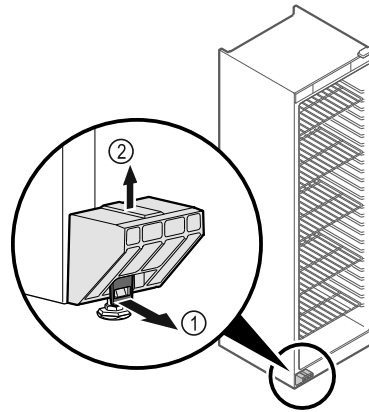

Fig. 5
- ▶ Tirare in avanti la linguetta Fig. 5 (1).
- ▶ Tirare verso l'alto la protezione per il trasporto Fig. 5 (2).